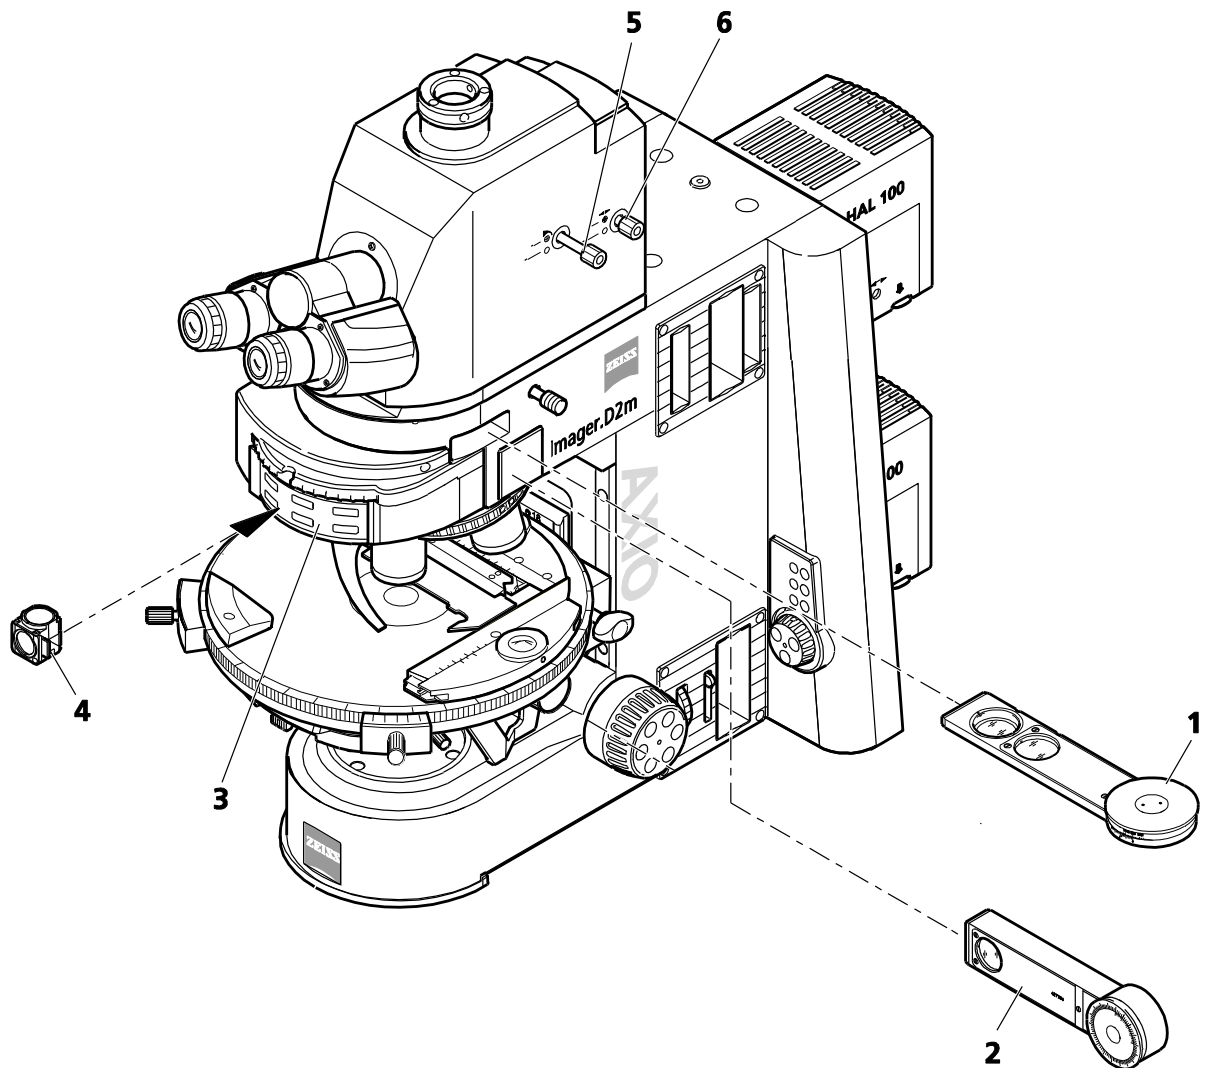

Fig. 212 Composants pour la polarisation en lumière réfléchie
(3) Réglage de la polarisation en lumière réfléchie
- Sur la tourelle porte-réflecteurs (Fig. 212/3), faire pivoter le module réflecteur DIC P&C (Fig. 212/4) dans la trajectoire lumineuse. Il est également possible de faire basculer le module réflecteur Pol P&C et d'insérer le curseur d'analyseur dans l'emplacement correspondant. Lorsque la combinaison curseur d'analyseur (Fig. 212/1) et curseur de polariseur (Fig. 212/2) est utilisée, il est également possible de les insérer aux emplacements correspondants. Si les versions fixes de ces curseurs sont utilisées, le polariseur est orienté EST-OUEST et l'analyseur NORD-SUD.
Si le microscope est équipé du phototube Pol, les réglages suivants sont nécessaires pour cette méthode de contraste : La lentille de Bertrand doit être inactive (tige va-et-vient arrière (Fig. 212/6) sur le côté droit tirée). Le diaphragme de champ lumineux doit être ouvert (tige va-et-vient avant (Fig. 212/5) tournée dans le sens inverse des aiguilles d'une montre aussi loin que possible). Le réticule quadrillé doit être inactif (tige va-et-vient avant (Fig. 212/5) tirée).